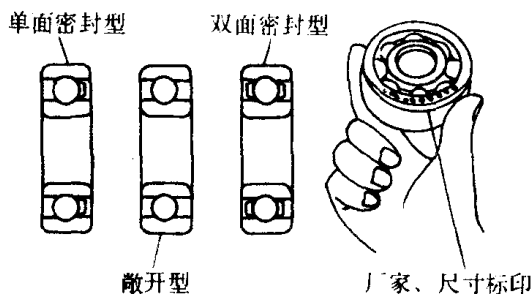

图 1-2 球轴承
13. 若是单面密封球轴承则应注意装配方向。若是敞开型或双面密封轴承，安装时应将标有轴承厂家、尺寸的那一面朝向外侧，见图 1-2。